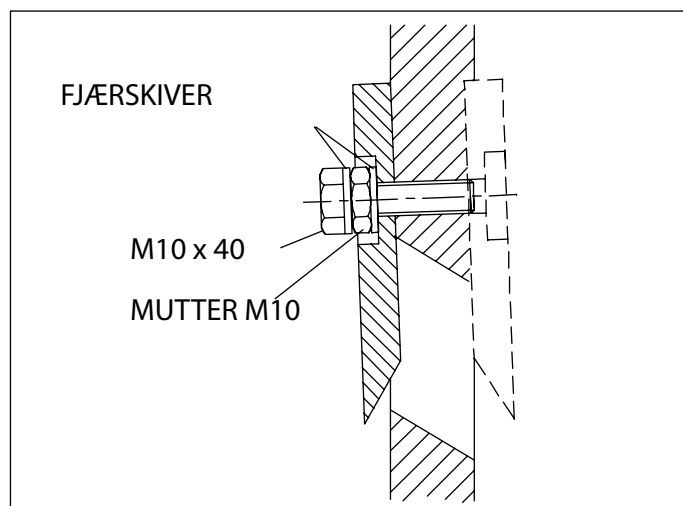

Fig. 12 Fjern en kniv og flytt den til den andre siden av skiven. Den prikkede linjen viser knivens normale skjærestilling.
3. Sett en låseskive til på skruen og skru skruen gjennom kniven inn i skiven. Se fig 12. Trekk til skrue-ene med et moment på 45 Nm. Fest kniven med alle fire skrue-ene.